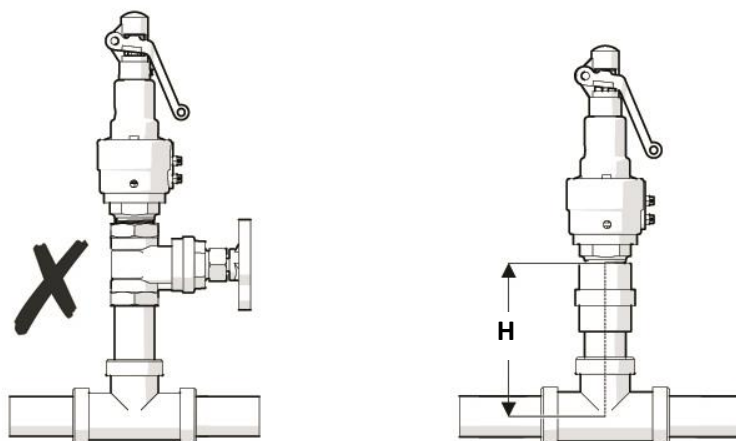

Fig. 4 Consideraciones para la conexión de entrada de la válvula
3. No debe instalar ningún tipo de válvula de corte a la entrada o salida de la válvula de seguridad (Fig. 4).
4. Cuando la válvula es utilizada en un recipiente, esta debe de ser conectada directamente sin intervención de otras tuberías de conexión innecesarias y lo más cercano posible al recipiente. Si existe una tubería de conexión, la longitud (H) debe ser igual o menor a la distancia entre caras de una conexión "T" estándar de la misma medida y presión. (Fig. 4)
5. Si la válvula es montada sobre una línea, la longitud de la tubería de conexión de entrada no debe ser mayor que la longitud (H). (Fig. 4)